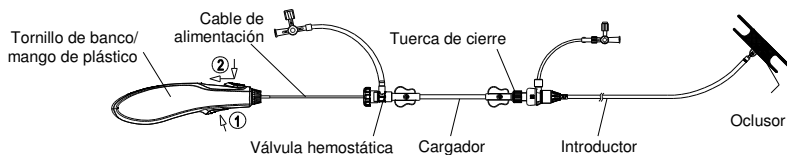

Figura 9. Ilustración de la liberación del oclisor
- Sostenga el introductor para tocar el cono del oclisor y tire del cable suavemente hacia atrás hasta que se separe del oclisor. Por último, retire el cable de alimentación y el introductor del paciente (consulte la **Figura 9**).